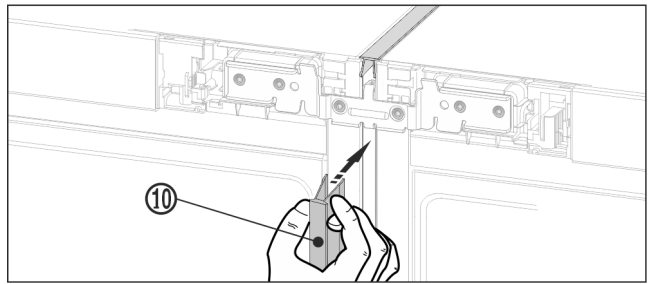

Fig. 22
- ▶ Nyomja az első oldalon a hosszú fedőlécet Fig. 22 (10) a függőleges nyílásba. Ügyeljen arra, hogy a lécc az összekötő lemezen álljon.